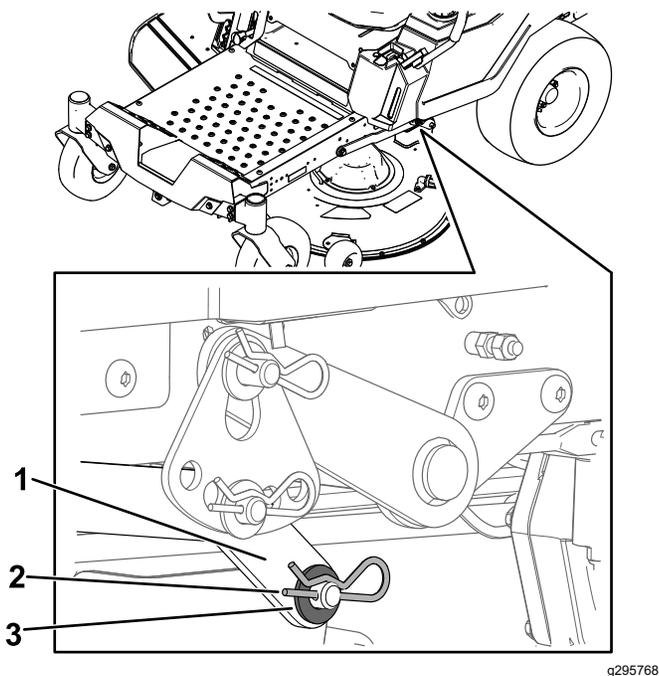

Bild 71
7. Entfernen Sie auf einer Seite der Maschine die Unterlegscheibe und den Splint vom Mähwerksstift (Bild 71).
6. Montieren Sie den Hubarm mit der Unterlegscheibe und dem Splint (Bild 71).
5. Heben Sie auf einer Seite der Maschine die Rückseite des Mähwerks an und montieren Sie den Hubarm am Mähwerksstift (Bild 71).